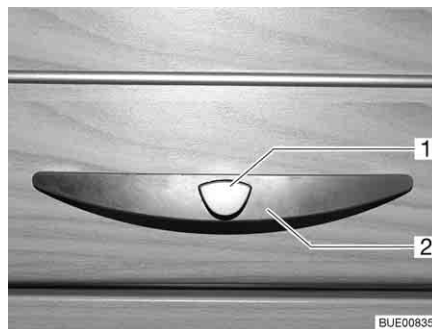
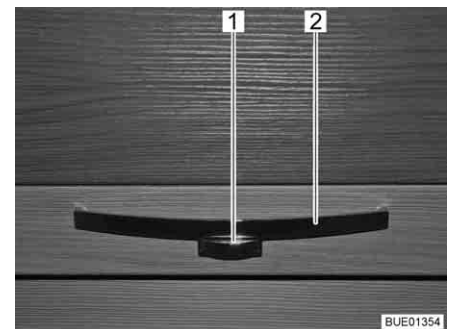

Fig. 47 Trampilla de muebles con tirador (ejemplo)
Fig. 48 Trampilla de muebles con tirador (ejemplo)
- Presionar el botón de desbloqueo (Fig. 47,1 ó Fig. 48,1) en el tirador (Fig. 47,2 ó Fig. 48,2) y mantenerlo presionado.